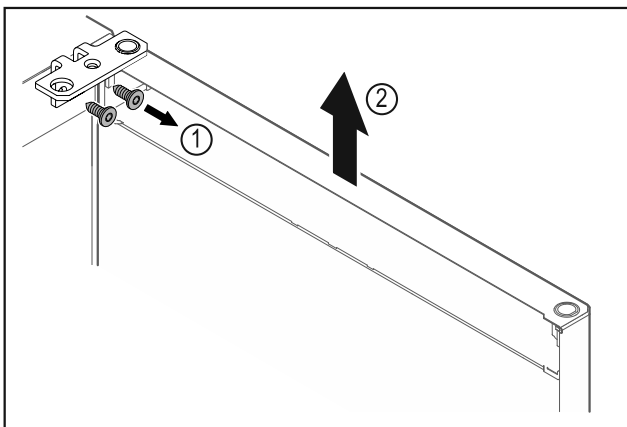

Fig. 12
- ▶ Odskrutkujte uholník závesu Fig. 12 (1).
- ▶ Zdvihnite dvere vrátane uholníka závesu Fig. 12 (2) cca 200 mm nahor a odoberte ich.